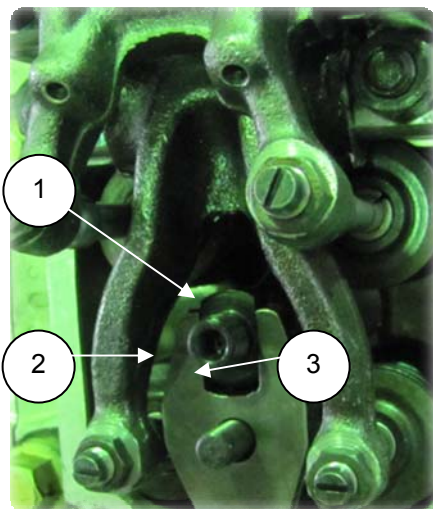

Рис. 6.53
4. Установить форсунки (1) (182.1112010) в отверстия головок цилиндров (рис. 6.53);
5. Установить скобы (2) (840.1112163) крепления форсунок на шпильки головки цилиндров (рис. 6.53);
6. Установить шайбы на шпильки (3), накрутить 12 гаек М10 крепления форсунок на 2-3 нитки от руки (рис. 6.53). Завернуть гайки предварительно $S=17$;